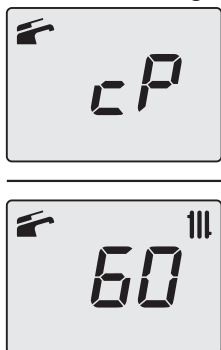

Figura 9.25
- Premendo il tasto 14 (Figura 9.20) è possibile variare la potenza in modalità spazzacamino: con visualizzazione sul display LCD delle lettere **cP** che si alternano con il valore di temperatura dell'acqua di riscaldamento (es.**60**), siamo "funzione spazzacamino" alla potenza massima in riscaldamento (Figura 9.25).